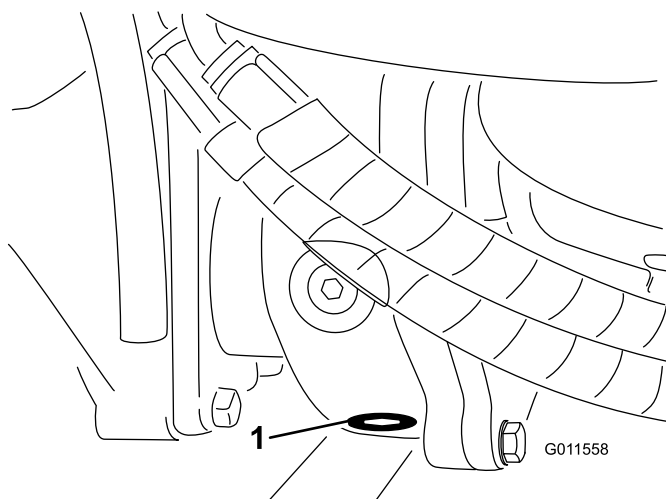

Figura 66
5. Pulite l'area circostante il tappo di spurgo sul fondo della scatola degli ingranaggi (Figura 66).